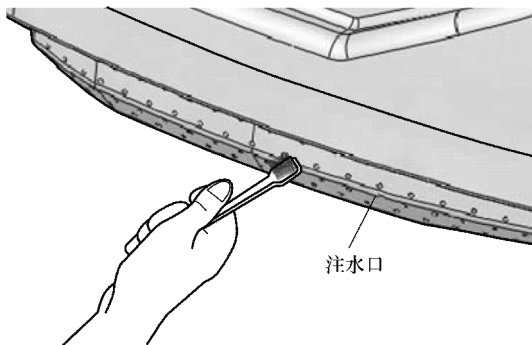

图 3-65 清洗喷淋孔
4) 使用中应经常对洗衣机注水口进行保养。为使注水口注水时呈喷淋状,注水口上开有小孔。由于长期使用,注水口内残留有污垢和柔软剂,致使出水情况变坏,有时水还会从喷淋口以外的地方溢出,所以应经常对其进行保养。具体方法如图3-65所示,定期使用牙刷等工具清扫喷淋孔即可。